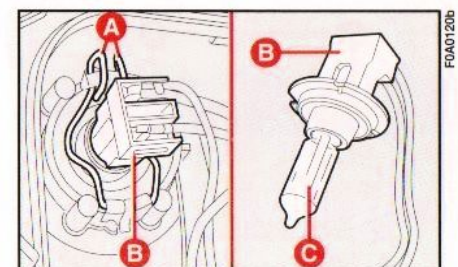

Abb. 20
2) Die Federklammer **A**, **Abb. 20** ausrasten, die Steckverbindung **B** abziehen und die Lampe **C** entfernen.